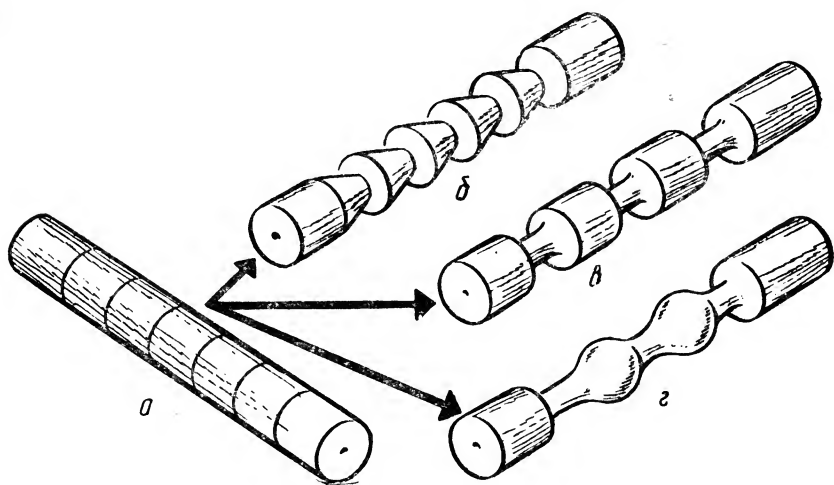

Рис. 26. Валики для упражнений:
- 1. *Изготовление валика с острыми гребнями.* Подготовьте валик длиной примерно 100...150 мм и диаметром 40...50 мм (рис. 26, а). Прорежьте на нем риски на расстоянии 20 мм. После этого пяткой косяка срежьте толстые стружки под острым углом от середины размеченных валиков (рис. 26, б).
2. *Изготовление валика с галтелями.* Изготовьте валик и нанесите на него риски (рис. 26, а). Полукруглой стамеской сделайте углубление между рисками. Стружку срежьте слева направо до середины валиков (рис. 26, в).
3. *Изготовление валика с плавными переходами.* Выточите валик с галтелями (рис. 26, г). Полукруглой стамеской
с выемкой обработайте полочки так, чтобы получились валики. Переходы от валиков к галтелям должны быть плавными (рис. 26, г).